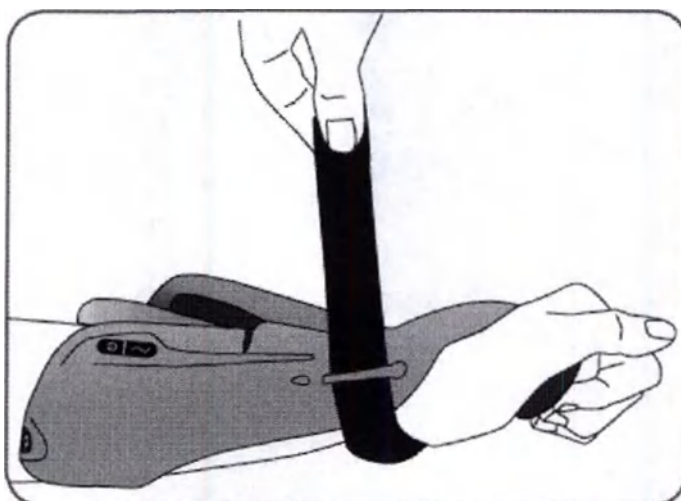

Рис. 6-9 Фиксация запястного ремешка
2. Проведите ремешок под запястьем и через скобу. См. Рисунок 6-9.